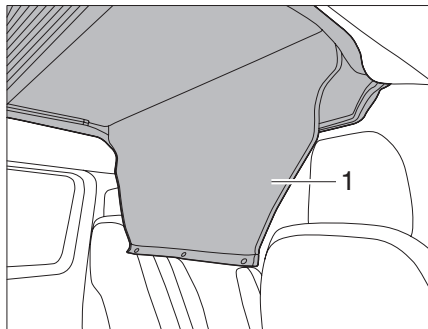

Fig. 41 Dérouler la protection de la trappe d'accès
- ▶ Dérouler la protection de la trappe d'accès (Fig. 41,1).
- ▶ Refermer la protection de la trappe d'accès (Fig. 41,1) avec des boutons-pressions.